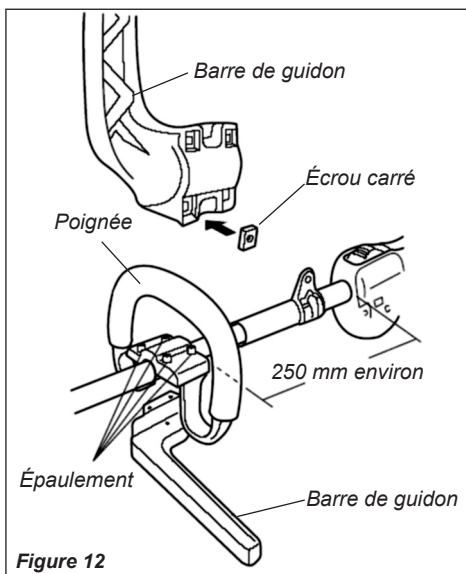

Figure 12
1. Placer 4 écrous carrés sur la barre de guidon. Voir figure 12.
2. Sur le tube extérieur, positionner la poignée devant l'étiquette d'emplacement de la poignée, comme représenté sur la figure 12. Réinstaller le capuchon inférieur sur le support de guidon dans l'ordre inverse de la procédure de démontage.